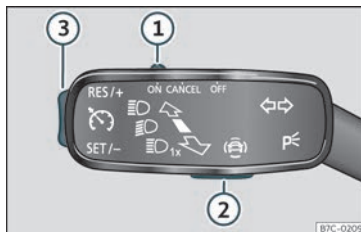

Fig. 209 A la palanca dels intermitents: tecles per manejar el limitador de velocitat.
Per canviar entre els sistemes d'assistència a la conducció, premeu la tecla » » » fig. 209 (2); a continuació, seleccioneu mitjançant la rodeta dreta del volant multifunció en el menú del quadre d'instruments i premeu la rodeta per confirmar la selecció.
- Desplaceu el comandament >>> fig. 209 ① a la posició **ON** i premeu la tecla ②.
- Durant la marxa, premeu la tecla >>> fig. 209 ③ per la zona **SET/-**.
Es pot ajustar la velocitat amb la tecla >>> fig. 209 ③:
- Desplaceu el comandament >>> fig. 209 ① a la posició **OFF**.
Si voleu desactivar temporalment el limitador de velocitat, p. ex., per avançar, desplaceu el comandament >>> fig. 209 ① a la posició **CANCEL** o premeu la tecla ②.
Després de l'avançament, el limitador de velocitat es pot activar amb la velocitat programada anteriorment prement la tecla >>> fig. 209 ③ per la zona **RES/+**.